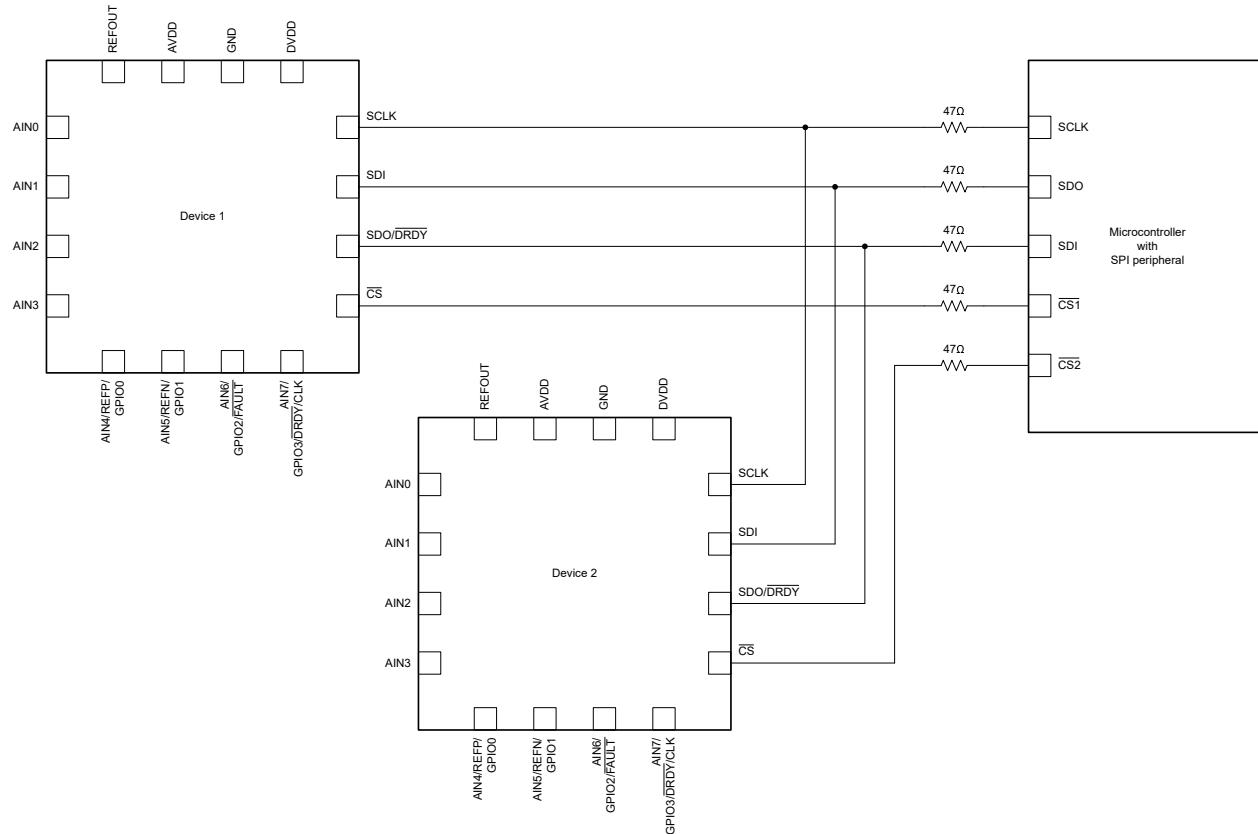

図 9-2. 個別の **CS** 信号を使用した複数のデバイスシリアルインターフェイス接続
- **図 9-2** に示すように、各デバイスに専用の **CS** 信号を使用します。この場合、すべてのデバイスが **SCLK**、**SDI**、**SDO/DRDY** 信号を共有します。**CS** が **low** のデバイスのみが、**SDO/DRDY** ピンを駆動します。他のすべてのデバイスの **SDO/DRDY** 出力は、**CS** が **high** になり、**SDO** ラインでの競合を避けるため、ハイインピーダンス状態になります。ホストコントローラは、各デバイスと一度に 1 つずつ接続します。